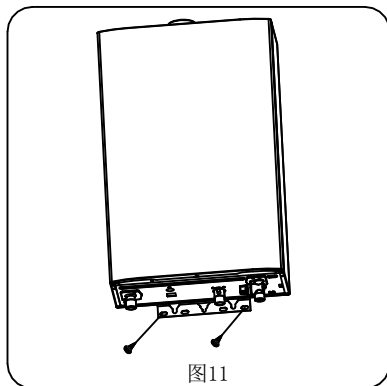

图11
- (3) 在热水器在下挂架的小孔处用两塑料膨胀螺钉固定好(图11)。